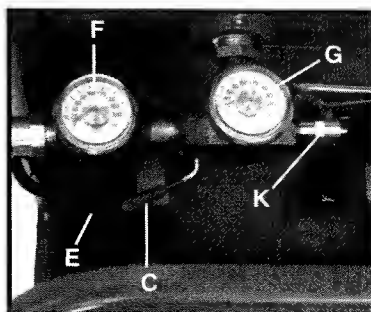

Fig. 3
**Interruptor de ENCENDIDO/AUTO-APAGADO (C), Fig. 3:** Ponga este interruptor en la posición de ENCENDIDO para suministrar alimentación al conmutador automático activado por presión prefijada y en la posición de APAGADO para interrumpir el suministro de alimentación al final de cada uso.
**Regulador (E), Fig. 3:** El regulador controla la presión de aire que viene del tanque de aire. Gire el pomo del regulador en el sentido de las agujas del reloj para aumentar la presión y en sentido contrario al de las agujas del reloj para reducirla. Para evitar un pequeño reajuste después de hacer un cambio en la graduación de la presión, aproxímesese siempre a la presión deseada desde una
**Manómetro de salida (F), Fig. 3:** El manómetro de salida indica la presión de aire disponible en el lado de salida del regulador. Esta presión es controlada por el regulador y siempre es menor o igual que la presión del tanque. Consulte la sección “Procedimientos de funcionamiento”.
**Manómetro del tanque (G), Fig. 3:** EL manómetro del tanque indica la presión del aire de reserva del tanque.
**Válvula de seguridad (K), Fig. 3:** Si el conmutador activado por presión prefijada no apaga el compresor de aire al alcanzar el punto de presión de desconexión, la válvula de seguridad protegerá contra la presión alta “disparándose” cuando se alcance su presión ajustada de fábrica (un valor un poco mas alto que el punto de presión de desconexión del conmutador activado por presión prefijada).